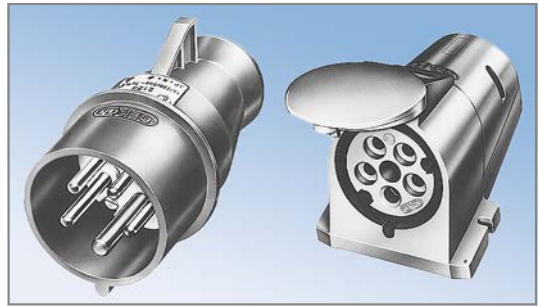

Bild 1: Fünfpolige Steckvorrichtung für industrielle Anwendung
**Schutzleiter PE des Schiffes** mit Versorgung über Trenntransformator darf nicht mit dem PE der Landseite verbunden sein, damit keine galvanischen Korrosionsströme zwischen Schiff und Metallteilen der Landseite auftreten (**Bild 1, folgende Seite**).